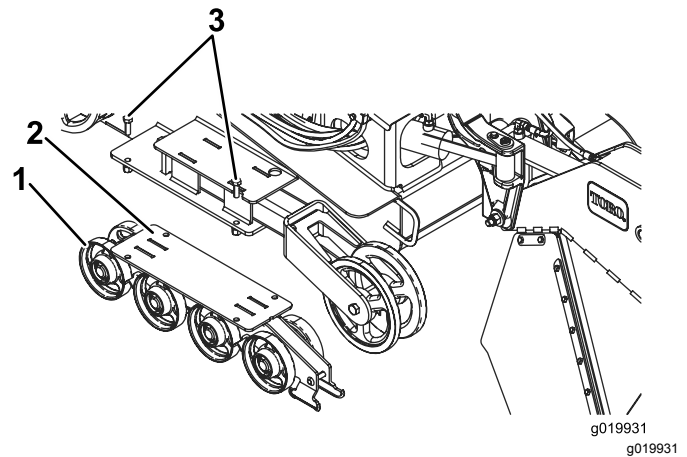

Figura 50
4. Retire los 4 pernos que sujetan cada guía de oruga inferior, que contienen las ruedas de rodaje, y retírelas (Figura 50).